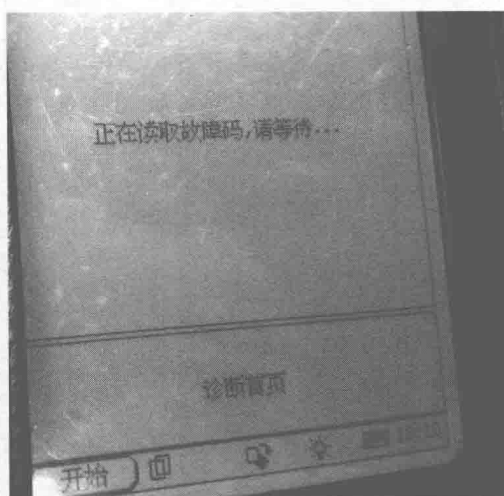

图 1-26 重新读取故障码
2) 重新用 X-431 读取故障码 (图 1-26), 当系统没有故障码显示时则故障码清理完毕。